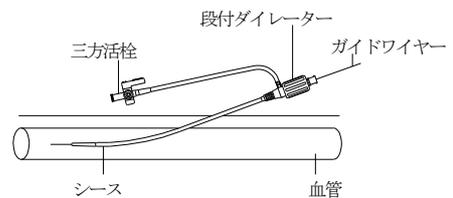

図3
9. 一体化したシース・段付ダイレーターを、外部に出ているガイドワイヤーを通して、できるだけ皮膚と平行になるようにして血管内に挿入する(図3参照)。